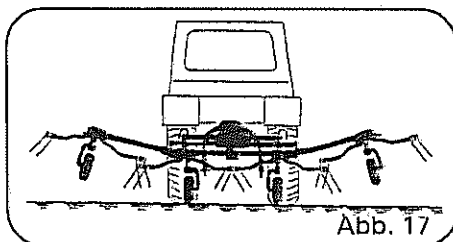

Abb. 17
4. Steuerventil so schalten, daß äußere Kreisel in Arbeitsstellung schwenken (Abb. 17 und 18).